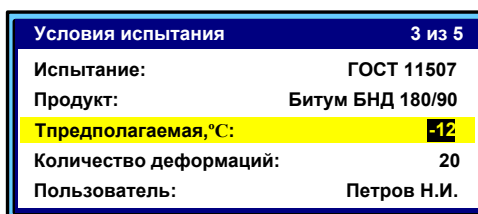

Рисунок 9 – Режим ввода предполагаемой температуры хрупкости
4.5.2.1 В режиме ожидания нажать клавишу «*», выбрать пункт меню «Условия испытания» → «Тпредполагаемая(°C):» и нажать клавишу «Режим». Аппарат переходит в режим ввода предполагаемой температуры хрупкости (см. рисунок 9).